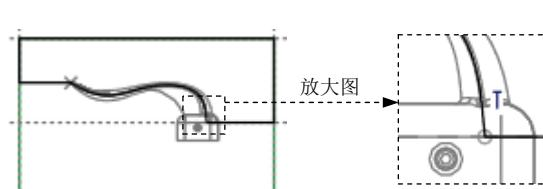

图 6.11 截面草图
- (3) 绘制截面草图。绘制图 6.11 所示的截面草图，完成截面的绘制后，单击“草绘”操控板中的“确定”按钮 。